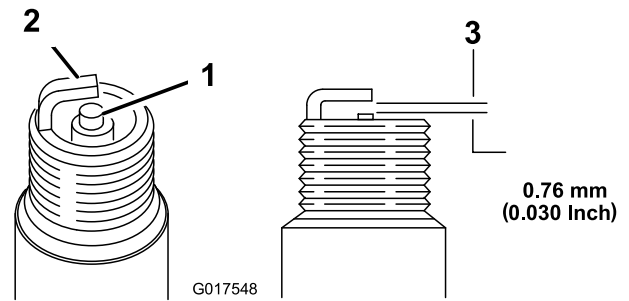

Figura 22
5. Fije la distancia entre los electrodos en 0,76 mm (Figura 22).